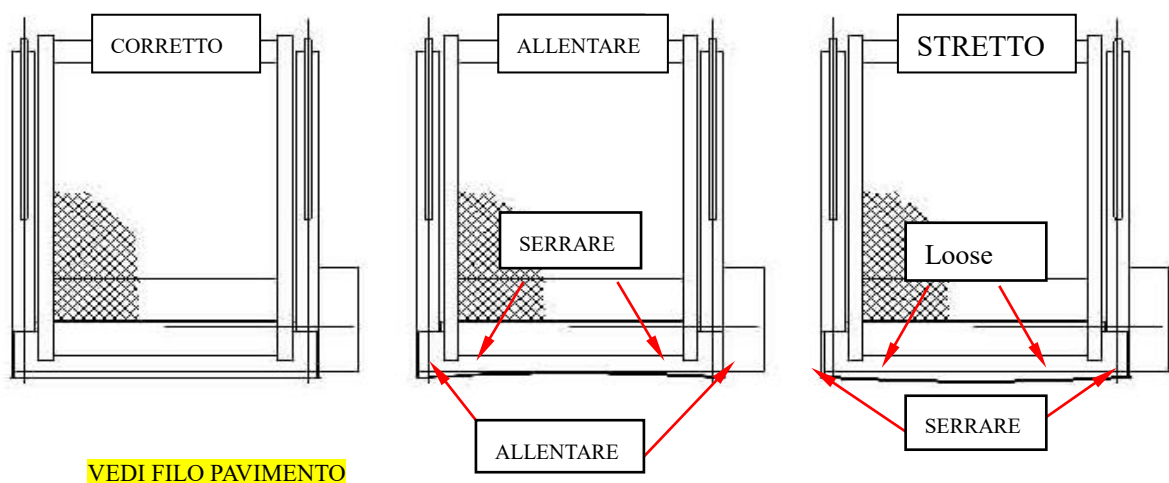

Figura 6.1.6
**【NOTA】** Le deformazioni del gruppo piastra di base possono essere causate da bulloni serrati in ordine errato o coppia errata, il che renderà impossibile il corretto funzionamento del sollevatore. (Fare riferimento alla Figura 6.1.6)